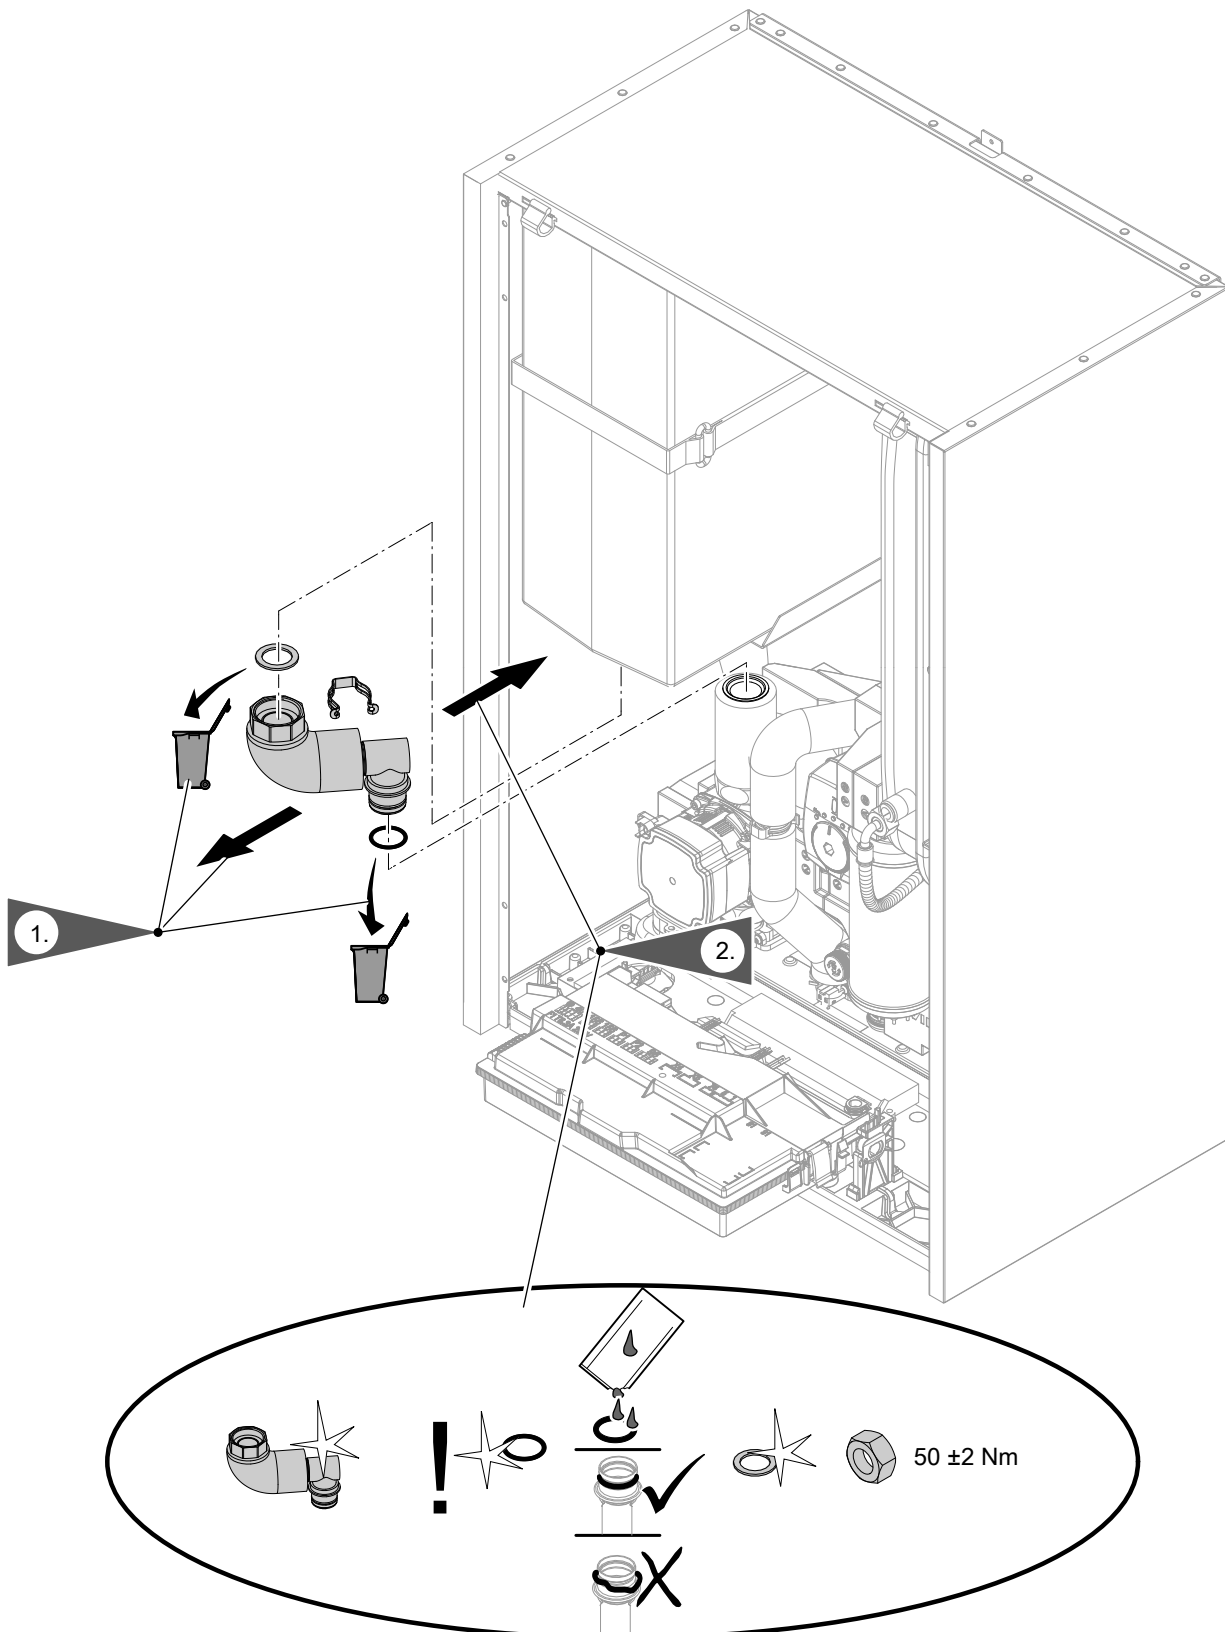
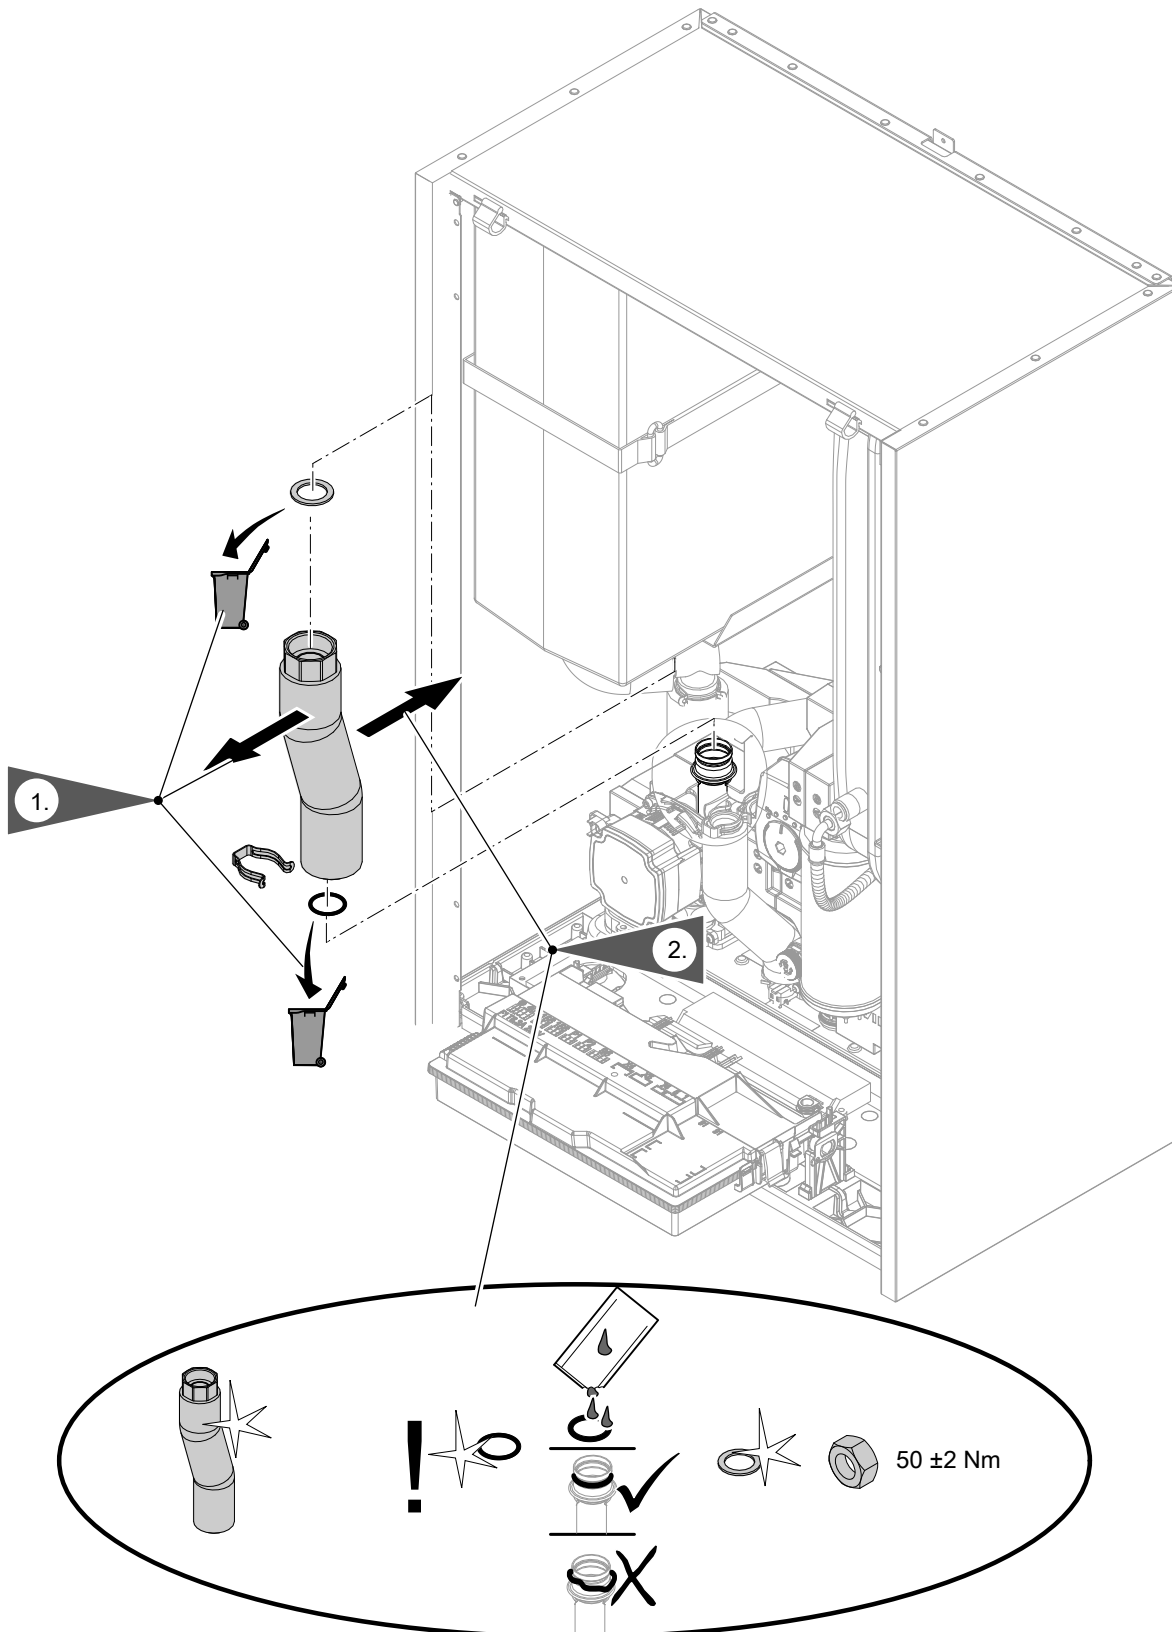

Abb. 105
Abb. 106
- Hydraulische Leitungen: Siehe Abb. 105 bis Abb. 106.